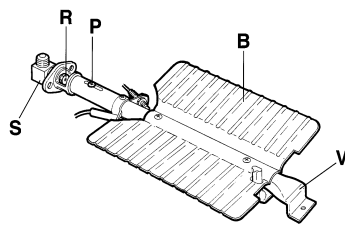

Fig.8
- Skruva loss R-munstycket (Fig.8) med en 10mm skiftnyckel och ersätt den med ett munstycke för den föredragna gastypen.